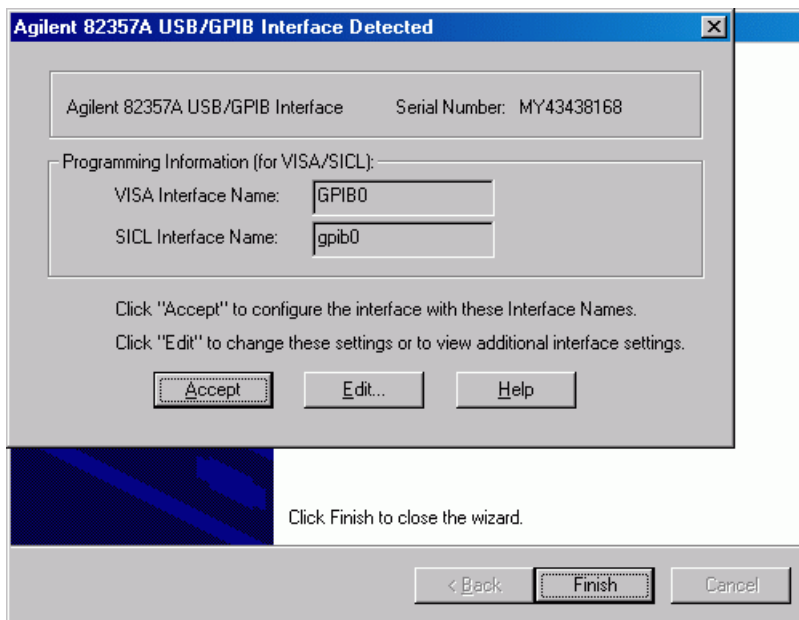

Abbildung 31 USB- GPIB-Schnittstelle gefunden
- 17** Die installierte USB-GPIB-Schnittstelle wird automatisch vom System erkannt. Wählen Sie **Annehmen**, um das Dienstprogramm "IO Configuration" (I/O-Konfiguration) zu starten (siehe Abbildung 31).